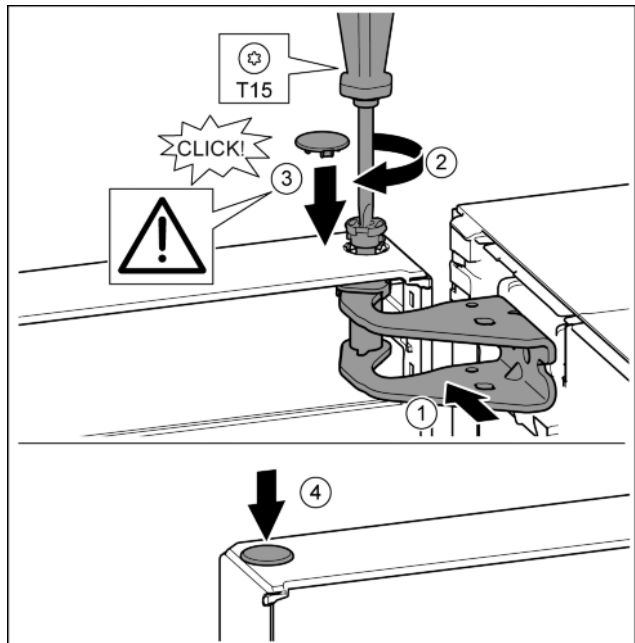

Fig. 24
- ▶ Регулирайте вратата горе спрямо отвора в лагерната стойка. Fig. 24 (1)
- ▶ Поставете болта и затегнете здраво с отвертка T15. Fig. 24 (2)
- ▶ Монтаж на предпазния капак за осигуряване на вратата: Поставете предпазния капак и проверете дали той е допрян до вратата. В противен случай поставете изцяло болта. Fig. 24 (3)
- ▶ Поставете тапата. Fig. 24 (4)